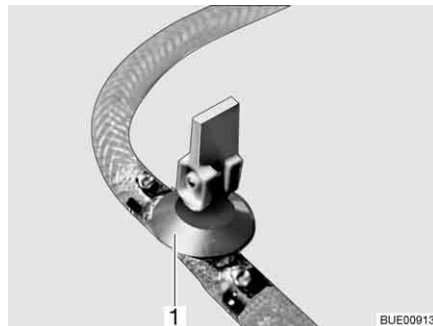
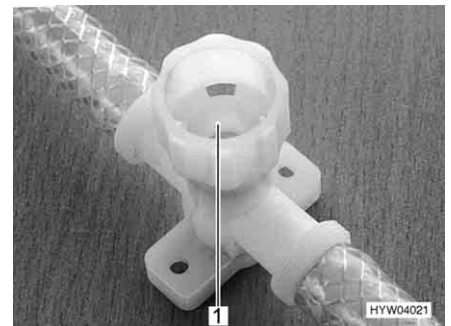

Fig. 151 Rubinetto di scarico (con leva a bilancere)
Fig. 152 Rubinetto di scarico (con tappo a vite)
- Chiudere tutti i rubinetti di scarico. Mettere la leva a bilanciere del rubinetto di scarico (Fig. 151,1) orizzontale o chiudere il coperchio del rubinetto di scarico (Fig. 152,1) in senso orario.